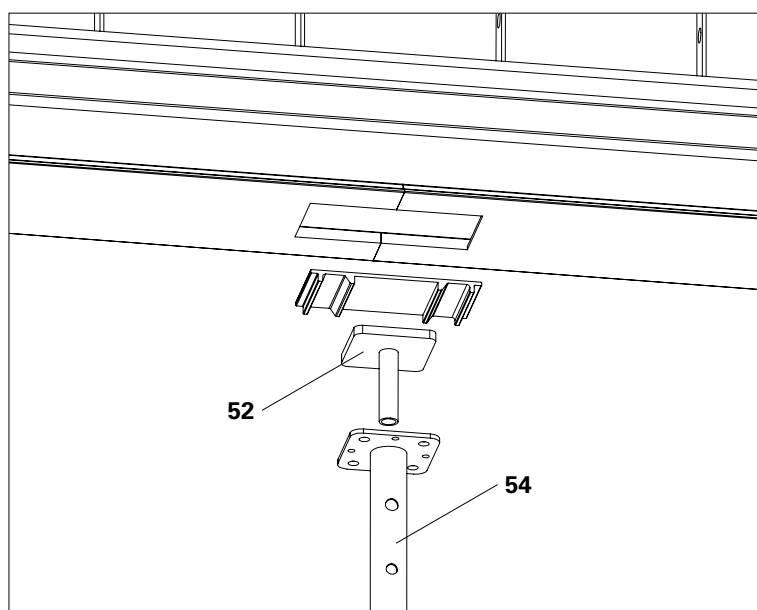

Fig. A7.10
L'adattatore della trave UNO Plus (52) serve a supportare il puntellamento posteriore. L'adattatore trasferisce le forze del calcestruzzo al puntello sottostante (54). (Fig. A7.10)